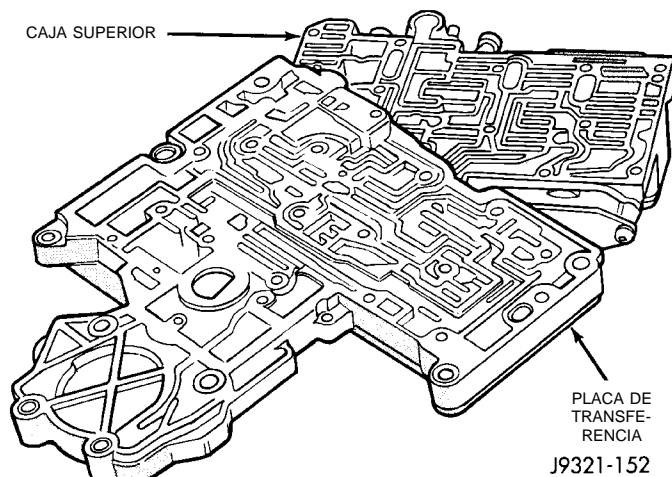
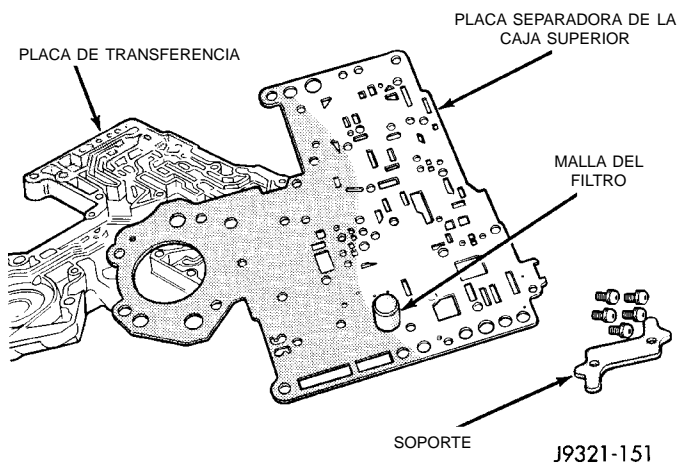

Fig. 68 Placa de transferencia
Fig. 69 Placa separadora de la caja superior
(32) Retire la placa de transferencia de la caja superior (Fig. 68).
(33) Gire la placa de transferencia de modo que la placa separadora de la caja superior mire hacia arriba.
(34) Retire la placa separadora de la caja superior de la placa de transferencia (Fig. 69). Observe la posición del filtro en la placa separadora para utilizar como referencia durante el ensamblaje.